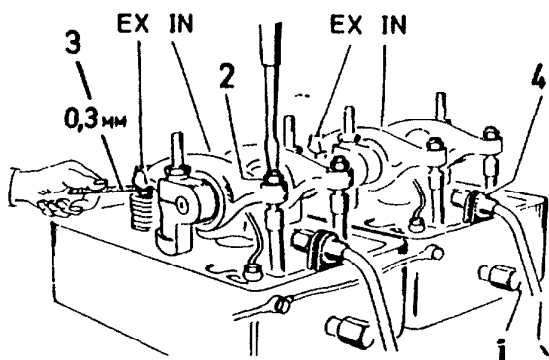

Fig. 89. 2G – sett akterfra
1. Type 2G, fig. 89. Skru ut begge sigarettpluggene (1).